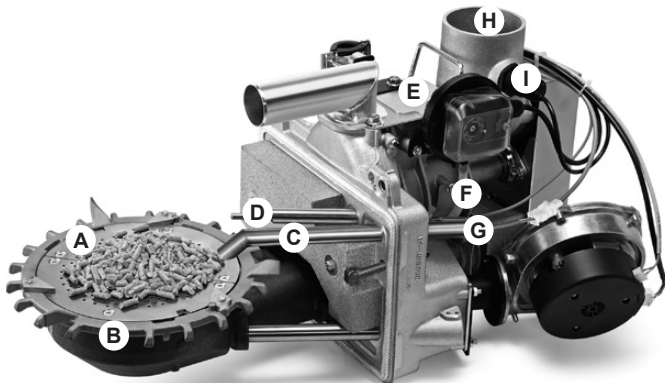

Fig. 12
1. Ouvrez l'orifice de maintenance (E, Fig. 12) du mécanisme du brûleur au moyen de la roue cellulaire et aspirez les fines.
2. Aspirez les fines de la gaine verticale à granulés (H) ainsi que la poussière qui adhère au détecteur de niveau de remplissage.
3. Extrayez le tuyau pour la mesure de la dépression (F) et nettoyez le filtre.